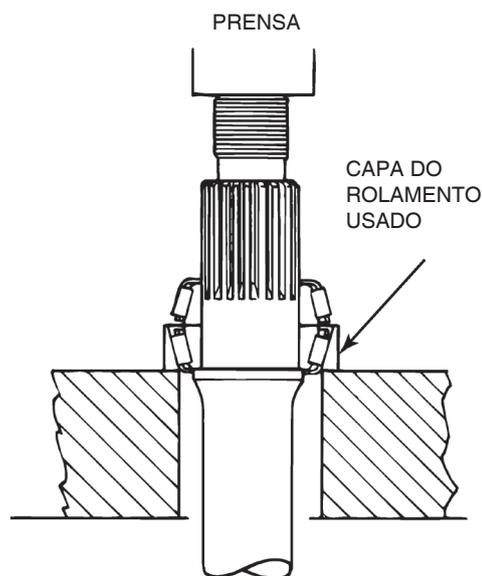

Figura 3.14
2. Coloque o eixo de saída em uma prensa. Figura 3.14. A capa de rolamento usada suportará o eixo de saída.